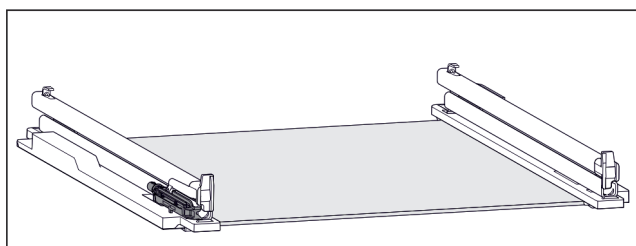

Fig. 201 Tlumicí jednotka
- K levé kolejničce je připevněna tlumicí jednotka. (viz Fig. 201) K pravé kolejničce není připevněna žádná tlumicí jednotka.